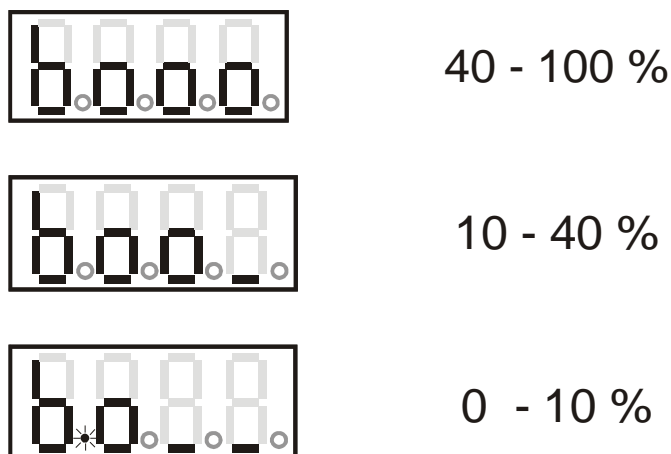

Рис. 4.2.
5.2.2. Мигание десятичной точки в старшем разряде цифрового индикатора указывает на разряд аккумуляторной батареи. Ресурс батареи можно проверить, нажав в режиме «Измерение» клавишу , этом на экране появляется одно из следующих изображений (рис. 4.2):